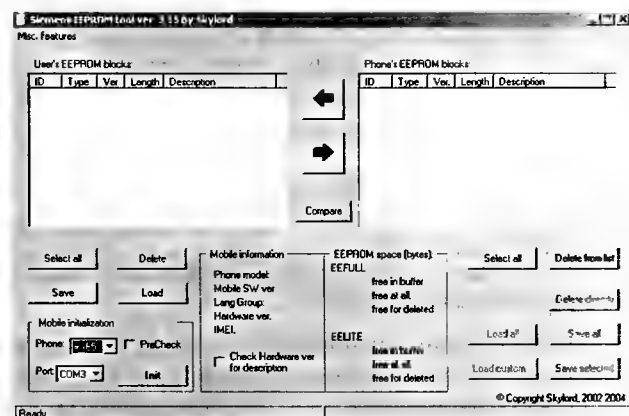

Рис. 1.1.40. Основное диалоговое окно программы Siemens EEPROM Tool
2. В основном диалоговом окне программы Siemens EEPROM Tool (рис. 1.1.40) в секции «Mobile initialization» устанавливают тип телефона (=x65/<x65) и COM-порт. Затем нажимают кнопку «Init», и, спустя 3...4 с — кратковременно кнопку включения телефона (аппарат в этом случае включиться не должен). При удачном подключении на экране телефона появится сообщение «Service Mode», а надпись на кнопке «Init» (в окне программы) будет замена на «Exit».
4. В левой части диалогового окна Siemens EEPROM Tool (рис. 1.1.40) нажимают кнопку «Select All» и переносят выбранные блоки EEPROM из прокручиваемого списка «Users EEPROM blocks» в список «Phone's EEPROM blocks», путем нажатия на кнопку со стрелкой вправо, расположенную между данными списками. Затем в правой части диалогового окна Siemens EEPROM Tool нажимают кнопку «Save Selected».
4. В правой части диалогового окна Siemens EEPROM Tool (рис. 1.1.40) нажимают кнопку «Load All». После этого начнется процесс загрузки EEPROM, по окончании которого в прокручиваемом списке «Phone's EEPROM blocks» появится сообщение о загруженных блоках EEPROM. Прежде чем выполнять следующую операцию, необходимо убедиться, чтобы в этом списке были блоки 5008, 5009, 5077, 5121, 5122 и 5123 (на это нужно обратить особое внимание!).